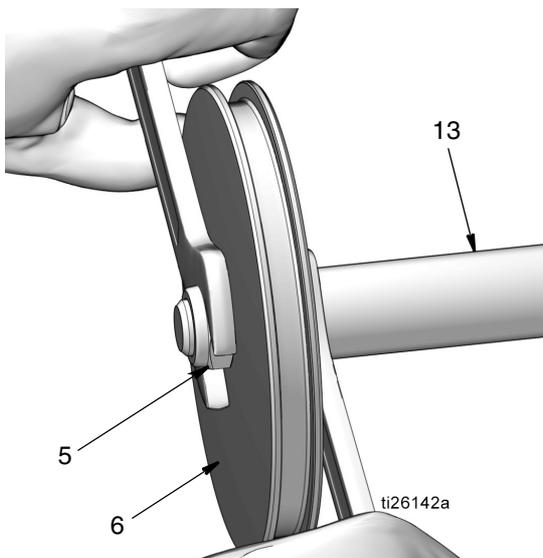

FIG. 51
- d. Monte la tuerca (5) en el extremo del vástago del pistón (13). Utilice dos llaves, trabajando en direcciones opuestas, para apretar la tuerca. Fije una llave de boca en la parte plana del vástago del pistón y con la otra llave apriete la tuerca (5) como se observa en FIG. 51.
**NOTA:** La llave de boca que sujeta la parte plana del vástago del pistón se utiliza solo para sujetarla firmemente, por lo que **no** debe girar esta llave. Si se mueve esta llave podría arañar y dañar la superficie del pistón y provocar fugas de fluido durante la operación de la bomba. Mueva solamente la llave que sujeta la tuerca (5) para apretarla. Apriete la tuerca a 15 a 17 ft. lbs (20,3 a 23,1 N•m).